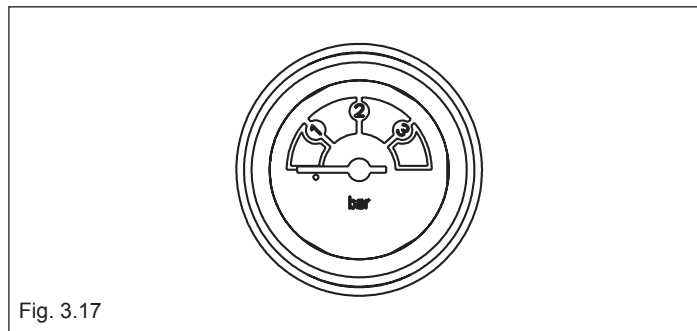

Fig. 3.17
- aprire di due o tre giri il tappo della valvola inferiore (A) di sfogo aria automatica, per permettere un continuo sfogo dell'aria e lasciarlo aperto
- aprire il rubinetto di riempimento (C) fino a che la pressione indicata sull'idrometro sia compresa tra 1 bar e 1,5 bar (fig. 3.17)